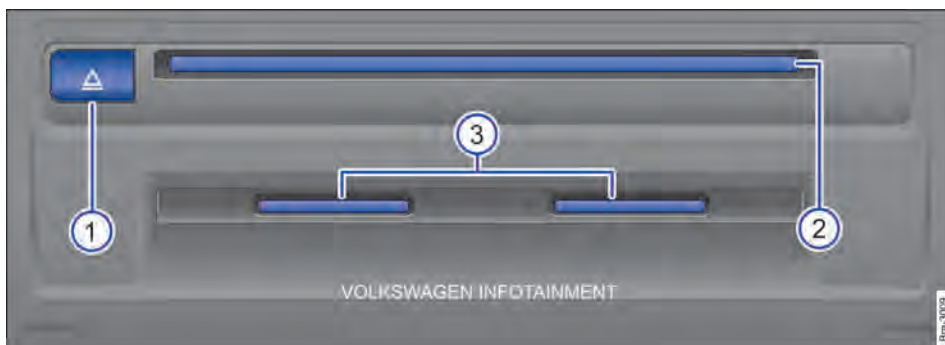

Fig. 144 Unidade multimídia externa: no porta-luvas.
Legenda para → Fig. 144:
- Após a solicitação, inserir o CD na entrada para CD da unidade de CD → Fig. 144 ② até que seja puxado automaticamente para dentro.
- Pressionar o botão de ejeção  → Fig. 144 ①.